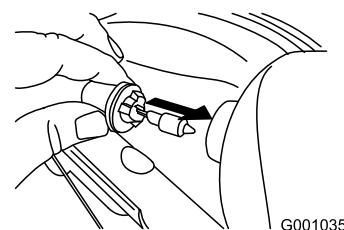

Figura 55
4. Inserite la nuova lampadina nel retro del faro (Figura 55).